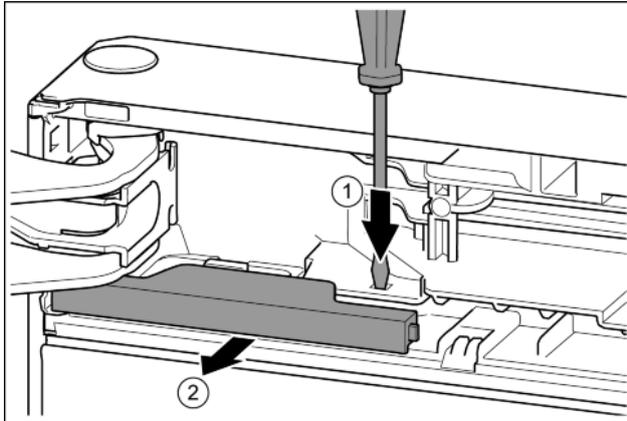

Fig. 8
- ▶ Lasche mit Schlitzschraubendreher drücken. *Fig. 8 (1)*
- ▶ Abdeckung aus der Verrastung ziehen. *Fig. 8 (2)*